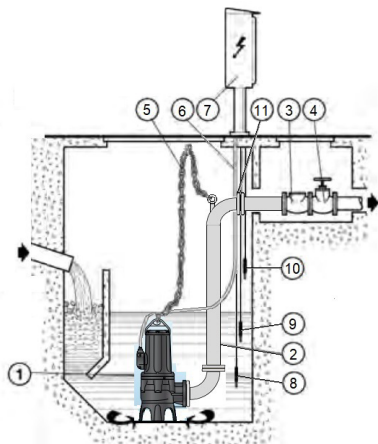

Рис. 6.4 – Самопідтримна установка з жорсткою трубою.
Щоб полегшити техобслуговування насоса, використовуйте фланець, швидкоз'єднувальну муфту або трикомпонентну муфту (№ 11 на рис. 6.4, 6.5, 6.6) на напірній лінії в легкодоступному місці, щоб забезпечити легке роз'єднання.
- Під'єднайте коліно 90° до отвору нагнітання насоса та з'єднайте жорстку або гнучку трубу подачі з коліном (№ 2 на Рис. 6.4).